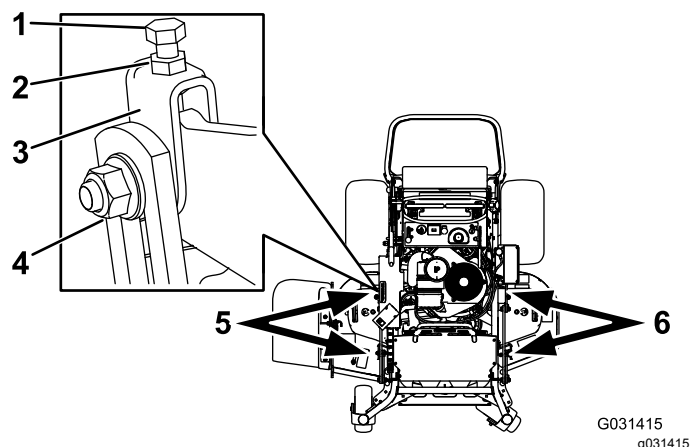

Figure 81
1. Desserrez l'écrou latéral et l'écrou de blocage dans les chapes que vous voulez régler (Figure 81).
2. Tournez le boulon supérieur de ces chapes pour régler la hauteur du tablier de coupe (Figure 81).